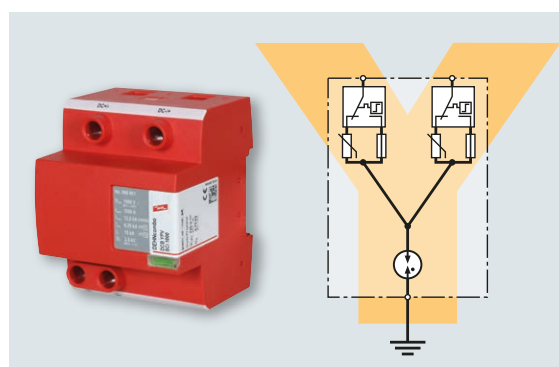

Bild 9 DEHNcombo YPV SCI – kombinierter Überspannungs-Ableiter Typ 1 + Typ 2 mit fehlerresistenter Y-Schaltung
Der Kombi-Ableiter DEHNcombo YPV SCI (FM) erfüllt mit seiner bewährten fehlerresistenten Y-Schutzbeschaltung die vorgenannten Anforderungen. (**Bild 9**)